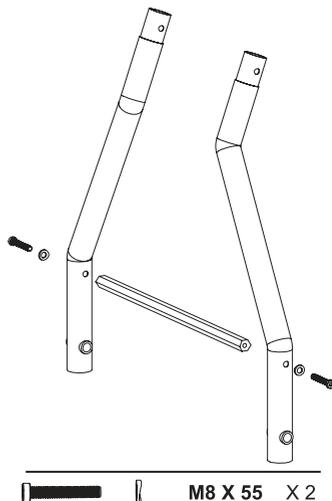

Рис. 4 Сборка передней опоры LSH5001H
2. Соберите переднюю опору. Соедините левую и правую передние стойки (Рис. 4).